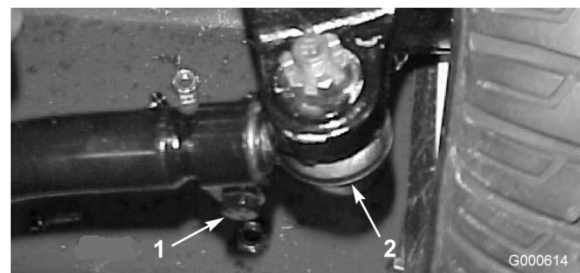

Figura 47
2. Per regolare, togliete la coppiglia e il dado da uno dei giunti a sfera del tirante (Figura 47). Togliete il giunto a sfera del tirante dal supporto della scatola del ponte.
3. Allentate i fermi su entrambe le estremità dei tiranti (Figura 47).
4. Girate di un (1) giro completo, verso l'interno o l'esterno, il giunto a sfera rimosso. Serrate la ghiera dal lato allentato del tirante.
5. Girate l'intero gruppo del tirante nello stesso verso (interno o esterno), di un (1) giro completo. Serrate la ghiera dal lato collegato del tirante.